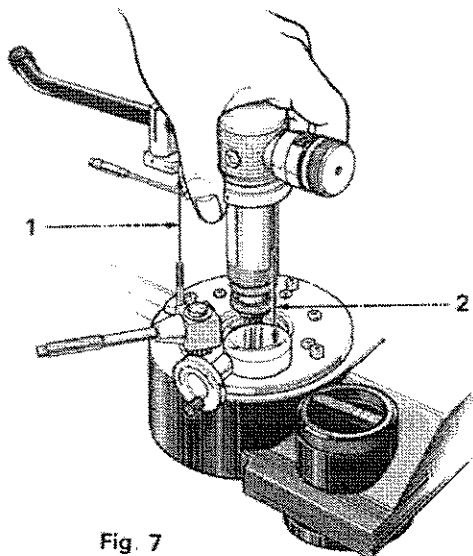
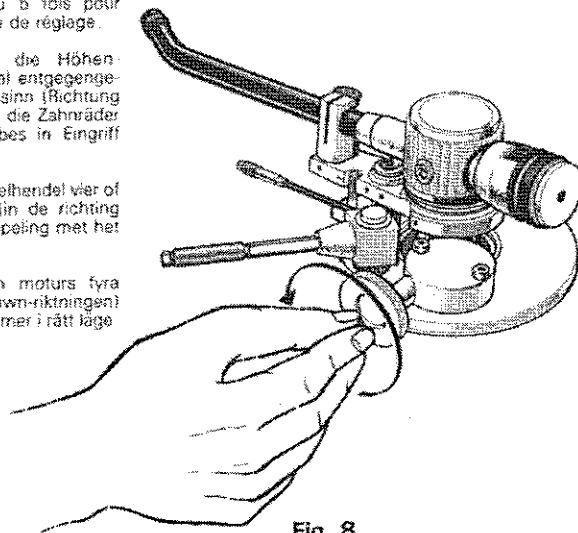

Fig. 7
Fig. 8
2. Mettre le calibre de réglage de la hauteur dans l'axe de l'encoche du support de bras et introduire le bras dans son socle avec précaution (Fig. 7). Tourner la molette de réglage de la hauteur dans le sens inverse des aiguilles d'une montre (en position de descente) quatre ou cinq fois, pour engager l'engrenage de réglage (Fig. 8). Régler la hauteur du bras après avoir monté la cellule (voir page 16).
2. Die Tonarm-Höheneinstellskala gemäß Fig. 7 auf den Gewindestift der Tonarm-Auflagestütze ausrichten und den Stift an der Führungshülse in die entsprechende Nut des Tonarmlagers einpassen, wie aus Fig. 7 ersichtlich ist. Dann die Führungshülse vorsichtig bis zum Anschlag nach unten schieben. Dann die Kurbelscheibe für die Höheneinstellung vier - bis fünfmal entgegengesetzt dem Uhrzeigersinn (Richtung "DOWN") drehen, bis die Zahnräder des Zwischengetriebes in Eingriff sind, wie Fig. 8 zeigt. Die endgültige Höheneinstellung des Tonarmes erfolgt erst nach Montage des Tonabnehmersystems (Siehe Seite 16).
2. Breng de toonarm hoogte-instelmaat in lijn met de uitsparing van de armsteun en steek de toonarm voorzichtig in de toonarm basis (Zie figuur 7). Draai de hoogte-instelhendel linksom (in de richting "DOWN"), ongeveer vier of vijf slagen, om contact te maken met het instel-tandwiel (Fig. 8). Stel de hoogte van de toonarm in na het aanbrengen van het element (zie pagina 17)
2. För försiktigt in tonarmen i tonarmsbasen (bild 7). Vrid höjdjusteringsratten moturs fyra eller fem varv (i Down-riktningen) så att kuggarna kommer i rätt läge (bild 8). Justera tonarmshöjden först efter montering av pickupen (se sid 17).